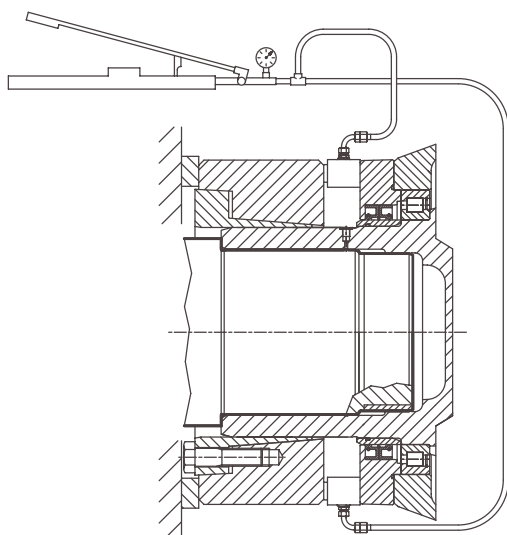

Fig. 5
- Si avec cette méthode le réducteur ne se dégage pas, car l'accouplement de l'arbre ne maintient pas la pression, il sera alors possible d'intervenir, si l'espace le permet, comme indiqué en fig 5, en utilisant des poussoirs hydrauliques en faisant réaction sur les 2 bossages disposés à 180° qui se trouvent sur le couvercle porte-joints en prenant garde de ne pas